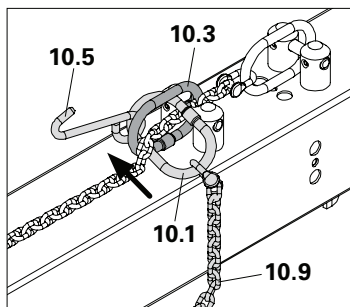

Fig. A3.04
4. Far passare il gancio (10.5) e l'anello 1 (10.1) attraverso l'anello 3 (10.3). (Fig. A3.04)